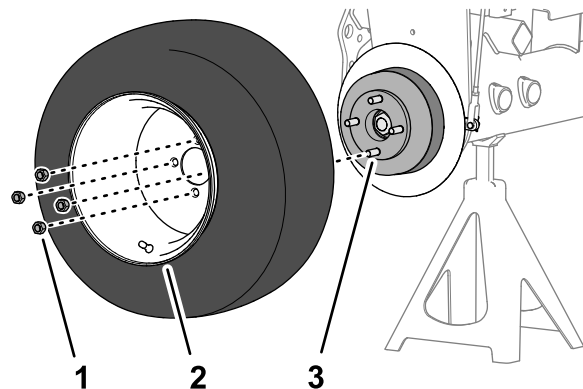

Figura 76
1. Retire as quatro porcas das rodas que prendem a roda frontal ao cubo e retire a roda (Figura 76).